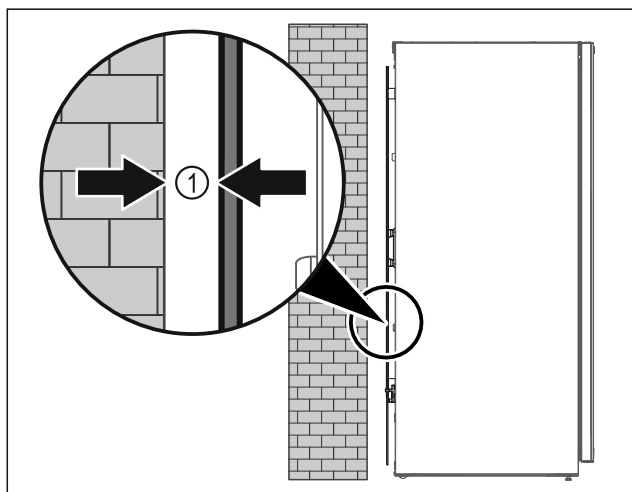

Fig. 4
- Ustavte spotřebič buď volně v místnosti nebo přímo u stěny v minimální vzdálenosti 5 mm Fig. 4 (1).